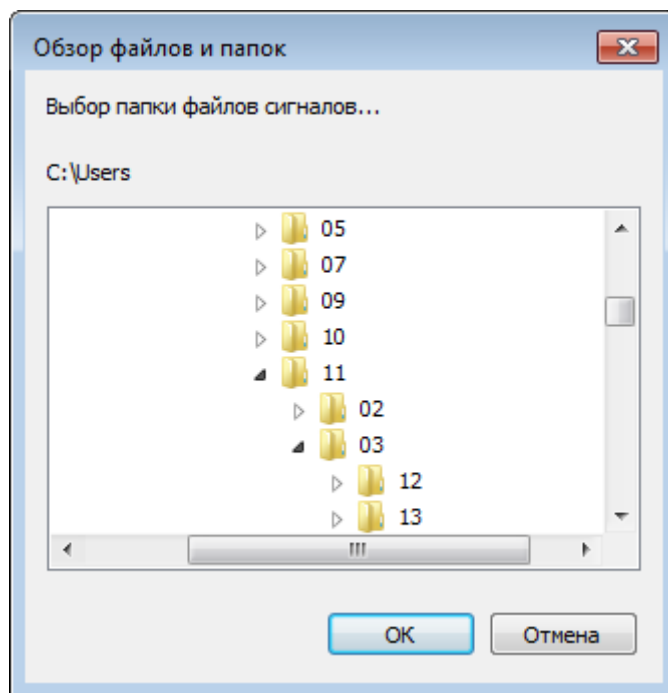

Рис. 3.11 Каталог «Обзор файлов и папок»
4. Выбор сигналов для воспроизведения осуществляется по активации меню «Выбрать директорию» в программе «Воспроизведение сигналов». В открывшемся каталоге «Выбор файлов и папок» (Рис. 3.11) следует выбрать соответствующую папку, где хранятся записанные сигналы, обработку которых планируется проводить. Поиск директории хранения записанных сигналов описан в разделе 3.3.2 (пункты 10-13).